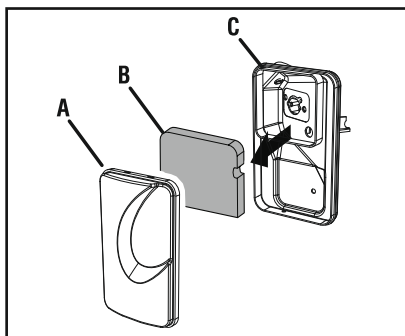

Рисунок 52 – Воздушный фильтр
- Снимите защитный экран воздушного фильтра и вытащите фильтр (рис.52).